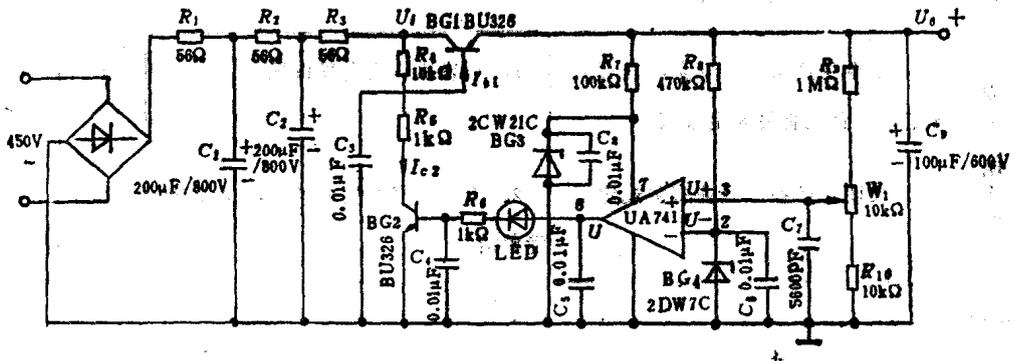

图2-2 电子兆欧表500V直流稳压电源的原理图
(1) 修理电子兆欧表的500V直流稳压电源。市电变化为 $220 \pm 20\%$ 时，输出电压变化小于0.1V输出电流变化为 $0 \sim 100\mu\text{A}$ 。
(2) 按图2-2装配电子兆欧表的500V直流稳压电源，并调试。